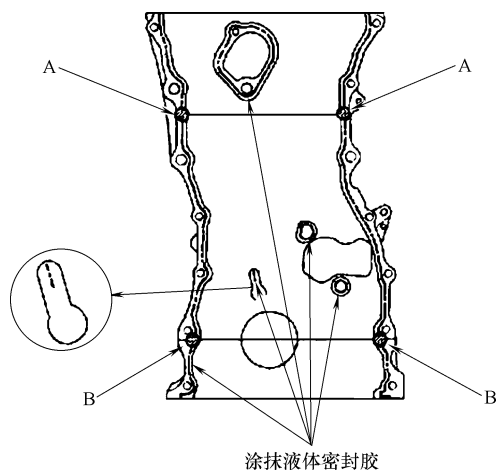

图 23-142 涂抹液体密封胶
- 15) 按照图 23-142 所示, 涂抹液体密封胶, 并在涂抹后 4min 内安装部件。
- 16) 按照图 23-142 所示, 在 A 和 B 处涂抹密封胶。